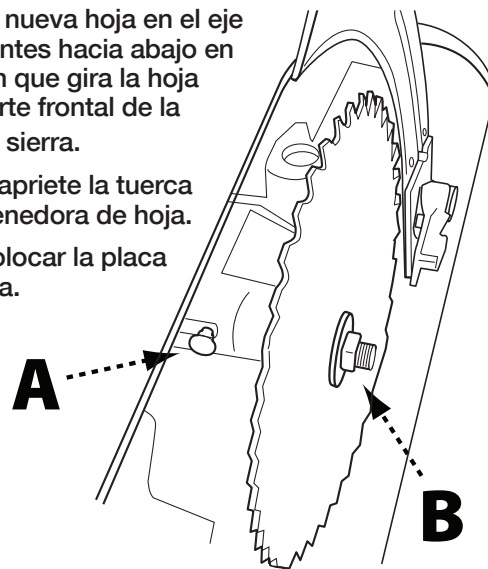

FIGURA 14
2. Presione y sostenga el botón de bloqueo del eje (A) que se muestra en la Figura 14.
3. Use la llave de eje incluida para quitar la tuerca y brida retenedora de hoja (B). Retire la hoja usada.